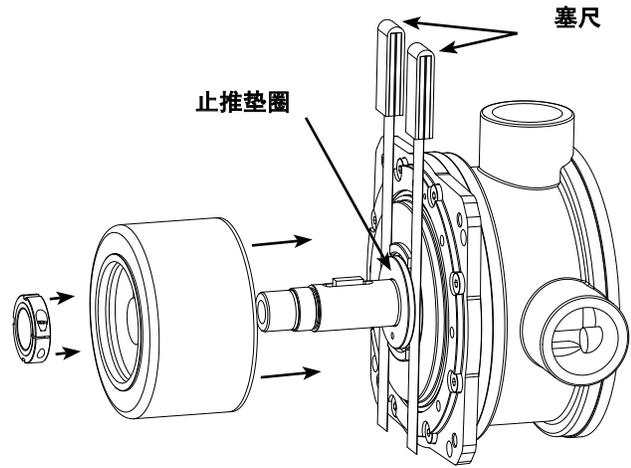

图 12
7. 在转接板与内磁体止推垫圈中间插入两个0.002”的塞尺，轴两边一边一个，来设定止推垫圈合适的间隙，请参考图12。当感觉塞尺有点紧但是仍然能动时，拧紧防松螺母。不要取掉塞尺。